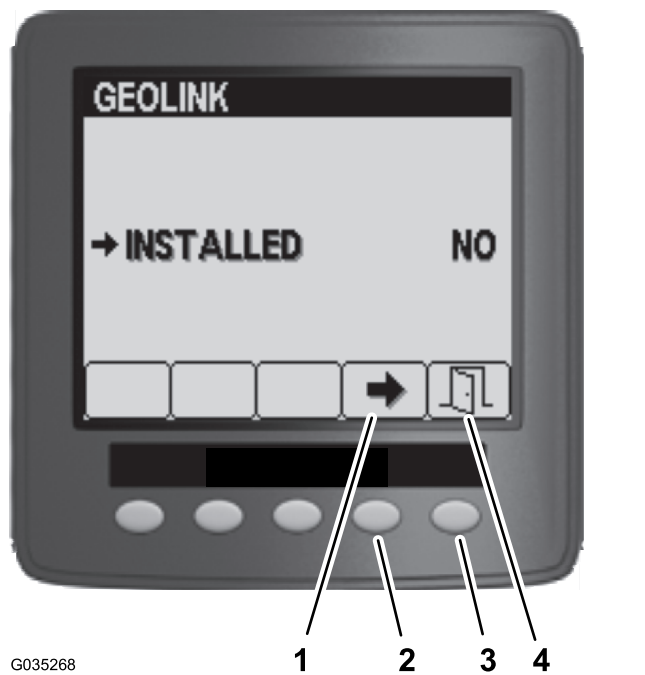

図 98
5. 「ジオリンクメニュー」でボタン4を押して NO が出たらボタン5を押すと設定が保存されてメニューが終了する図 98。